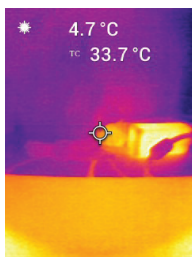

Figure 5.4 Affichage de la température du thermocouple (ici 33,7°C)
3. Posez l'extrémité de la sonde du thermocouple sur la surface à tester ou maintenez-la en l'air. Lisez la valeur de température affichée à côté de la mention « **TC** », voir la **Figure 5-4**.